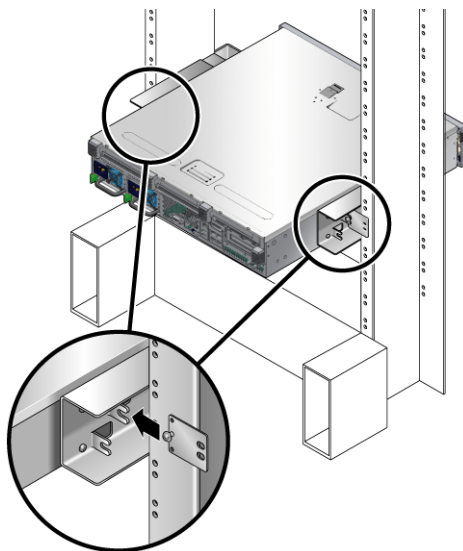

図 4-6 側面固定部品への背面プレートの取り付け
ねじ頭がサーバーの背面側を向き、背面プレートのもう一方の側がラックポストの手前になるようにします (図 4-6)。
- c. ねじをきつく締めて、背面プレートを側面固定部品のねじ受けに固定します (図 4-6)。